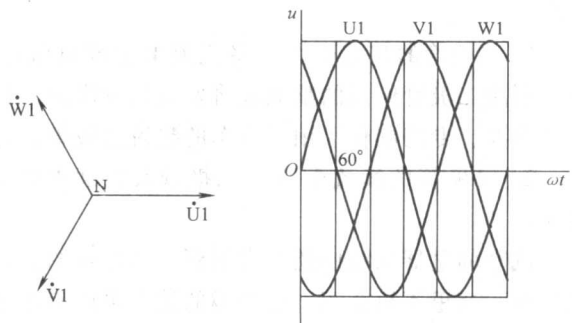

图 1-15 三相电压的相量图和正弦波形
2. 三相电源的连接方法 发电机三相绕组的接法通常如图 1-15 所示，即将三个末端连在一起，这一连接点称为中性点或零点，用 N 表示，这种连接法称